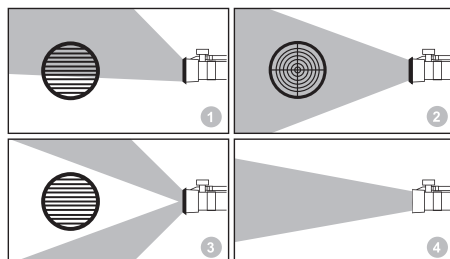

Рис. 25
3. Для формирования альтернативной формы факела на распылитель модели GS-63-PRO могут быть установлены дополнительные решетки (рис. 25).